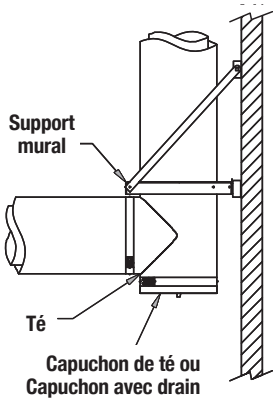

Figure 9 - Té suspendu
- Pour supporter le té, l'emplacement préféré est au-dessus du té (voir Figure 9).